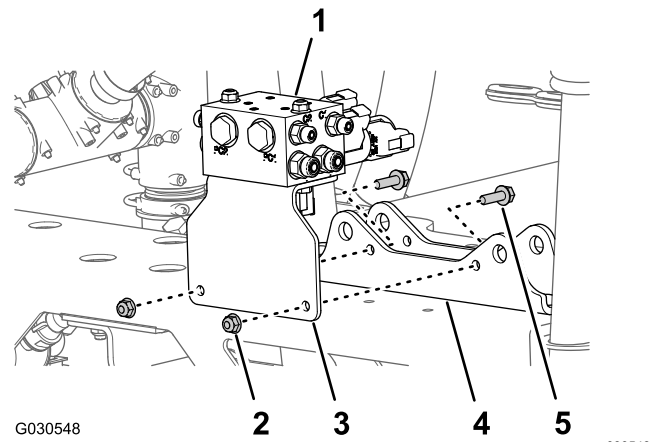

Figura 76
3. Retire las 2 contratuercas con arandela prensada (5/16") y los 2 pernos con arandela prensada (5/16" x 1") que sujetan el soporte del distribuidor de elevación de los brazos al soporte de montaje del cilindro, y retire el soporte y el distribuidor de la máquina (Figura 76).